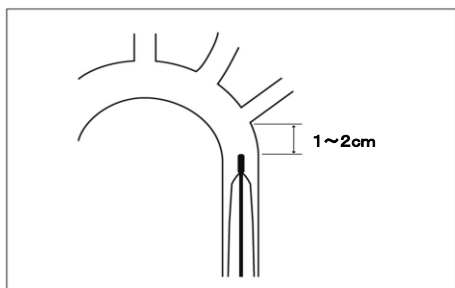
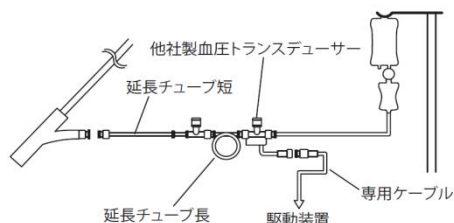

図 4. バルーン先端位置
図 5. 血圧モニタリング接続
(15) X 線透視下でガイドワイヤ先端とバルーン先端を確認しながら、ガイドワイヤに沿って IAB カテーテルを進めバルーンの先端を大動脈弓部の直下に位置させる。(図 4 参照)
(16) 手順(17)に進む。	(16) バルーン部が全てシースから出たことを以下の要領で確認する。IAB カテーテルの深度マーカ（バルーンに一番近い巾巾のマーカ、またはそれ以降のマーカ）がシース内に入っていること。
(17) IAB カテーテルの位置を決めたら、ガイドワイヤを抜去する。
(18) 三方活栓と血圧モニタリングラインを IAB カテーテルのセントラルーメン後端に接続する。血液を 3mL 吸引した後、IAB カテーテルのセントラルーメンを 3~5mL の滅菌生理食塩水でフラッシュする。
(19) 標準的な持続注入機構の付いた圧力モニタリングセットと、血圧モニタリングラインを接続する。(図 5 参照)